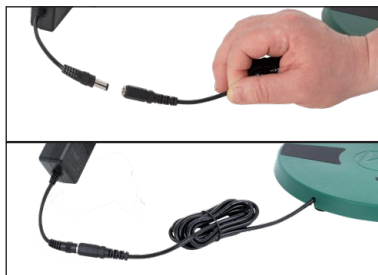

Fig. 1
1. Om het apparaat in te schakelen, sluit u de voedingsadapter aan op de voedingskabel van het apparaat (Fig. 1) en steekt u de stekker van de voedingsadapter in een goed geïnstalleerd stopcontact.